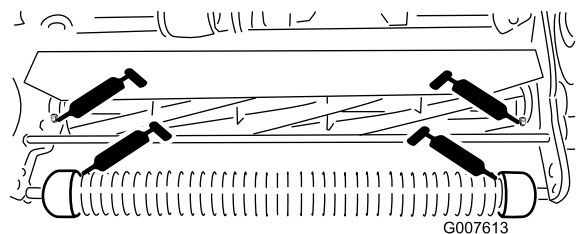

Bild 24
- 2 an der Frontrolle (Bild 24)
- 2 an den Spindellagern (Bild 24)